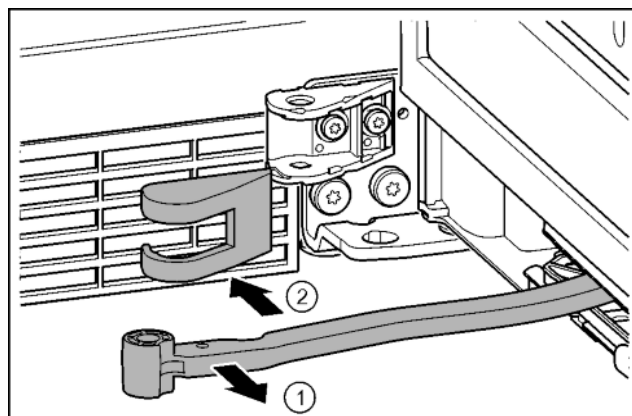

Fig. 20
- ▶ Rotiți articulația în direcția ușii. Fig. 20 (1)
- ▶ Înlăturați capacul suportului de lagăr. Fig. 20 (2)